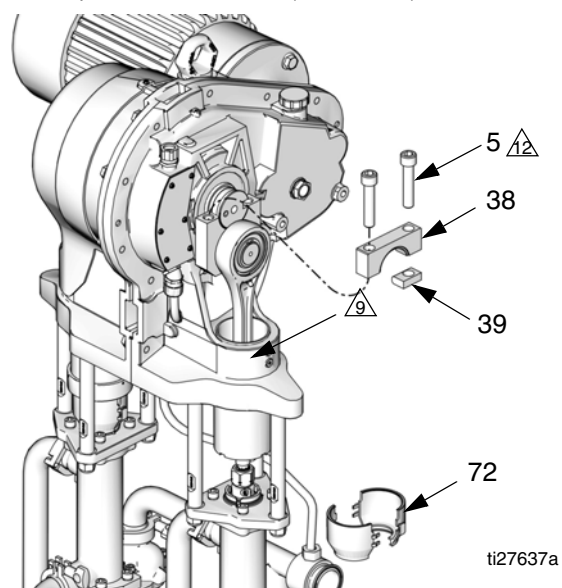

FIG. 17. Retire la tapa del brazo de manivela
5. Coloque un trapo limpio sobre la parte superior del cilindro de corredera (2) para evitar que caigan residuos en el conjunto de corredera durante el desarmado.
6. Retire la protección de 2 piezas (72) insertando un destornillador recto en la ranura y usándolo como palanca para liberar la lengüeta. Repítalo para todas las lengüetas. **No** use el destornillador para hacer palanca para separar los blindajes.
7. Coloque una llave 3/4 in en las caras planas del pistón de corredera (9) (justo por encima de la tuerca de acoplamiento), para evitar que el pistón de corredera/la varilla de conexión gire cuando afloje la tuerca de acoplamiento (14). Oriente la llave de modo que esté contra una de las varillas de unión (3). La aplicación de una fuerza excesiva en el pistón de corredera/varilla de conexión puede reducir la vida útil del cojinete de pasador inferior.
8. Con una llave de boca abierta de 1-5/8 in, destornille la tuerca de acoplamiento (14) del pistón de corredera (9) y deje que se deslice hacia abajo en la varilla de pistón de la bomba. Tenga cuidado de no soltar los collares (13).
9. Vea la FIG. 17. Con un impulsor hexagonal de 1/2 in, destornille los dos pernos de cabeza hueca (5). Retire la tapa del brazo de manivela (38) y la chaveta (39). En caso necesario, use un martillo de plástico para separar estas piezas.
14. Deslice el pistón (9) y la varilla de conexión (7) en el cilindro (2).
15. Coloque el brazo de manivela (4) en posición para que engrane con el eje de salida (OS) y gírelo hacia la parte inferior del eje de salida.
16. Coloque un trapo limpio sobre la parte superior del cilindro de corredera (2) para evitar que caigan residuos en el conjunto de corredera durante el armado.
17. Vea la FIG. 17. Aplique lubricante antiagarrotamiento (LPS®-04110 o equivalente) a las roscas de los pernos de cabeza hueca (5). Instale la chaveta (39), la tapa del brazo de manivela (38), y los pernos de cabeza hueca (5), orientados como se muestra. Mientras el tornillo del lado de la separación todavía está flojo, apriete el tornillo del lado de la chaveta a 283-310 N•m (210-230 ft-lb). Luego apriete el tornillo del lado de la separación a un par de torsión de 283-310 N•m (210-230 ft-lb). Apriete cada tornillos 2-3 veces más o hasta que dejen de girar cuando se aprietan a 283-310 N•m (210-230 ft-lb).
18. Asegúrese de que los collares (13) estén colocados en su lugar en la tuerca de acoplamiento (14).
19. Coloque una llave de 3/4 in en las caras planas de pistón de corredera (9) para evitar que gire cuando apriete la tuerca de acoplamiento (14). Oriente la llave de modo que esté contra una de las varillas de unión (3) o el soporte de la bomba. Ajuste la tuerca de acoplamiento (14) en el pistón de corredera (9) y apriétela a 102-108 N•m (75-80 ft-lb).
20. Instale las protecciones (72) enganchando los labios inferiores en la ranura de la tapa de la copa húmeda. Encaje entre sí los dos blindajes.
21. Quite el trapo. Vuelva a instalar la cubierta (32 o 21) y los tornillos (12).